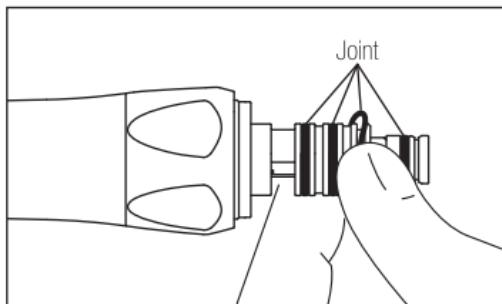

Fig. 11
- 2) Enlevez avec précaution chaque joint avec votre pouce. (Fig.11).